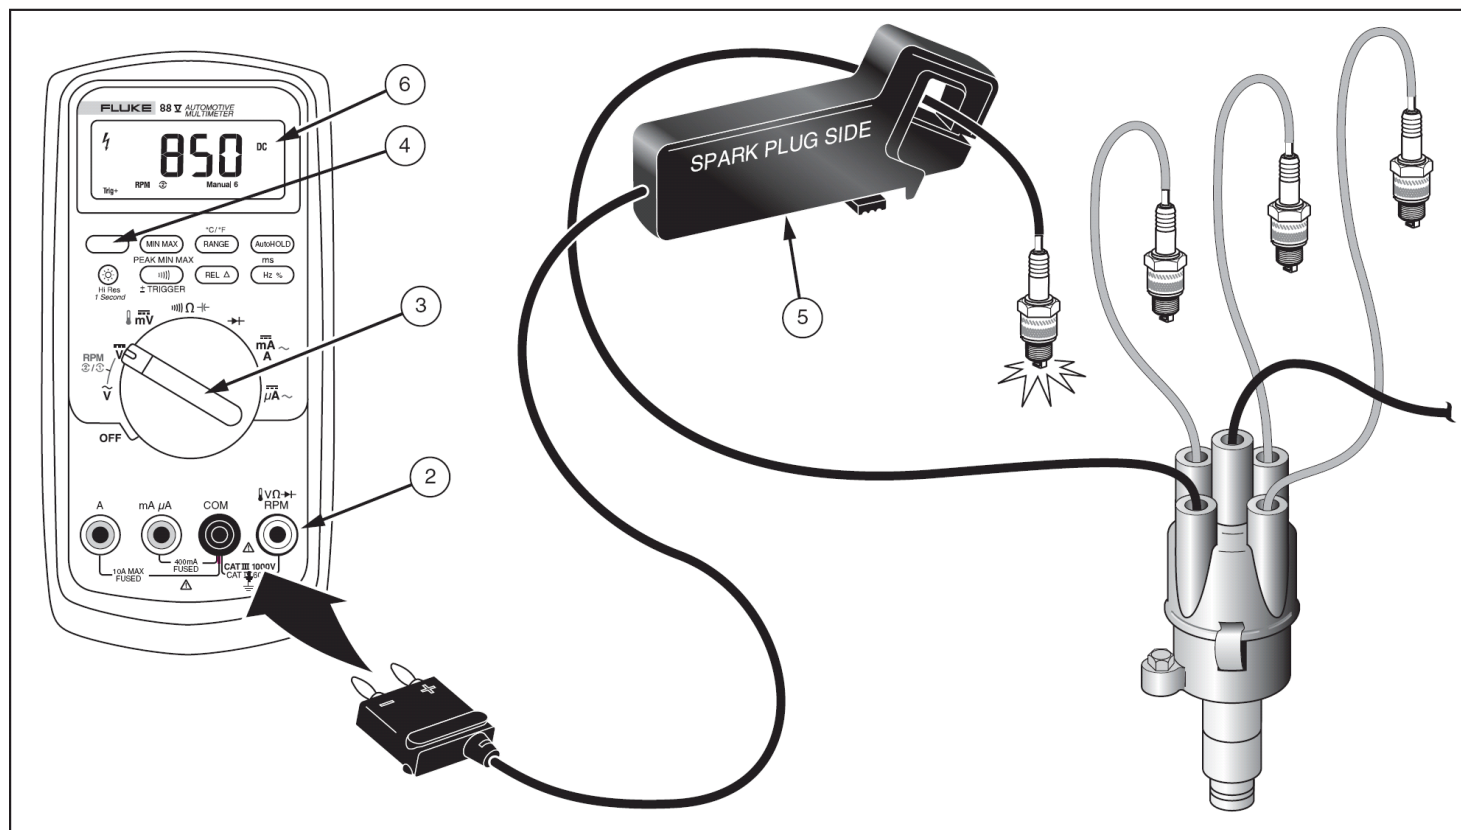

图 9.感应传感器检测 RPM（转速）
2. 把感应传感器的输出插头接在输入的端子上。确保带有（-）标识的插头插在 COM 端子上，带有（+）标识的插头插在 RPM 端子上。请参见图 9.